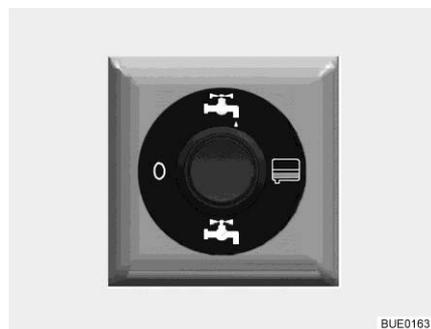

Fig. 149 Commutateur de commande du robinet de vidange à commande électrique
- Appuyer sur la moitié supérieure du commutateur de commande (Fig. 149) dans le garage arrière. Les eaux usées sont évacuées.
- Appuyer sur la partie inférieure du commutateur de commande (Fig. 149) une fois que les eaux usées se sont complètement écoulées.
- Placer le commutateur de commande (Fig. 149) en position "0" (hors circuit).